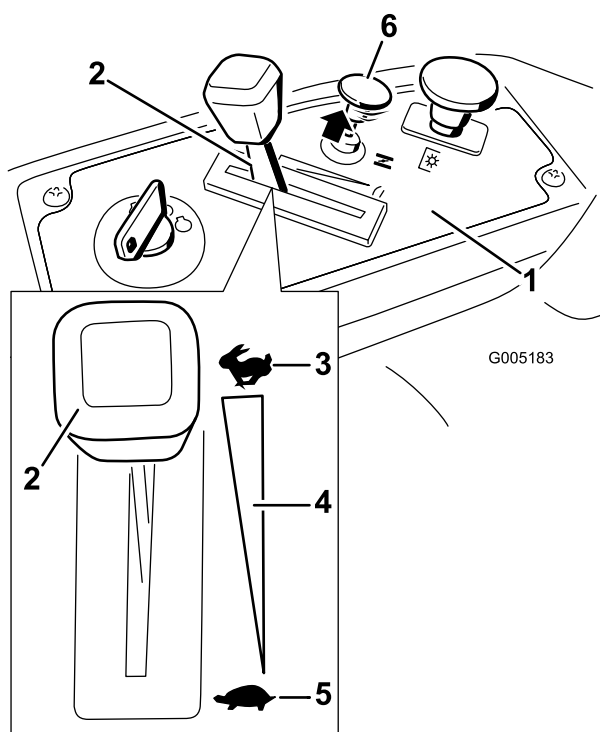

Bild 11
3. Ziehen Sie den Choke heraus, bevor Sie einen kalten Motor anlassen (Bild 11).
3. Drehen Sie den Zündschlüssel auf „Aus“ (Bild 11).